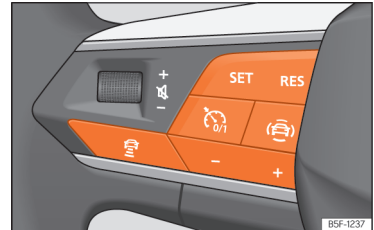

Abb. 105 Am Multifunktionslenkrad: Tasten zur ACC-Bedienung.
- »» (Abb. 105).
»» [Abb. 105].
Um die Geschwindigkeit zu programmieren, drücken Sie die Tasten + oder – »» [Abb. 105] bis zur gewünschten Geschwindigkeit. Die Einstellung der Geschwindigkeit erfolgt in Schritten von 10 km/h (5 mph).
- Taste und dann Taste + oder – »» [Abb. 105] drücken.
- Taste »» [Abb. 105] kurz drücken oder Bremspedal treten.